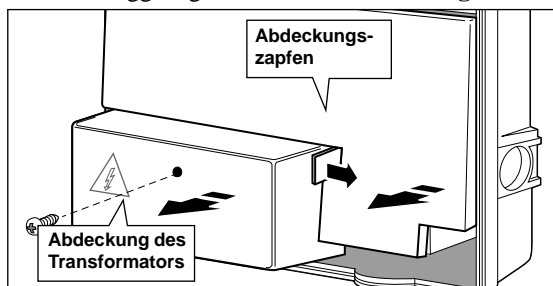

Abbildung 1 - Entfernen der Abdeckungen
1. Die Abdeckung entfernen, indem der Zapfen nach rechts gedrückt und die Abdeckung dann nach außen, vom Gehäuse weggezogen wird. Siehe **Abbildung 1**.